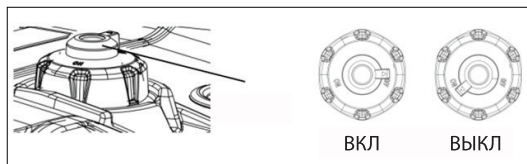

Рис. 19
- Модели iGX 2000 и iGX 2800 откройте клапан герметизации топливного бака (Рис. 19).